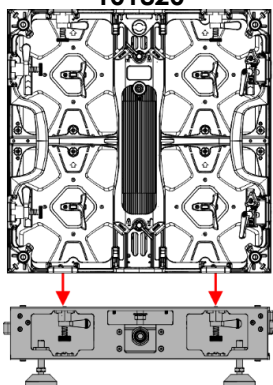

Fig. 40
- 02) Coloque una pantalla LED encima de la barra de rigging de forma que las aberturas para los cierres rápidos de la parte inferior de la pantalla LED se puedan acoplar al **mecanismo de bloqueo (03)** de la barra de rigging como se muestra en las Fig. 40 y 41.